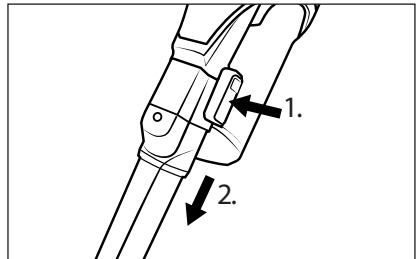

Abb. 15
- ◆ Zum Entfernen des Zubehörs halten Sie die Entriegelungstaste am Zubehör gedrückt und ziehen Sie dann das Zubehör vom Saugrohr **23** oder von der Saugöffnung des Gerätes ab (siehe Abb. 15).